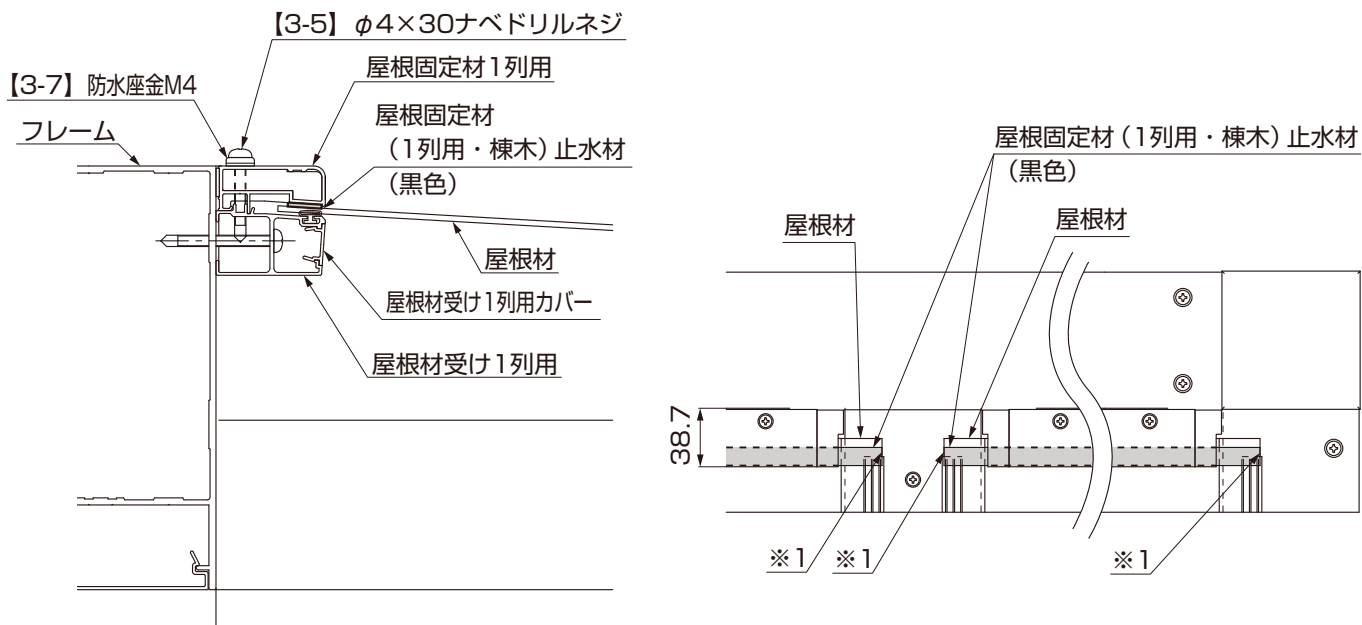

図9-3 屋根固定材(1列用・棟木)止水材の取付け位置
②屋根固定材(1列用・棟木)止水材を屋根材に貼付けてください。(図9-3参照)
- 屋根材の下に屋根材受け1列用が透けて見えます。屋根材受け1列用の端部(※1)に沿って屋根固定材(1列用・棟木)止水材を貼付けてください。(図9-3参照)